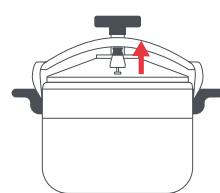

Fig. 11
Para utilizar este método, retire a panela de pressão da fonte de calor e deixe que a pressão diminua naturalmente. Dependendo da quantidade de comida e líquido, pode demorar entre 10 e 15 minutos. Depois da panela arrefecer, remova a válvula rotativa (22) para libertar a pressão (Fig. 11). Se ainda permanecer alguma pressão dentro da panela, será libertada pelo ponto de exaustão (23).
Quando a pressão baixar, remova a válvula rotativa (22) (Fig. 11) e aguarde que o vapor se dissipe completamente. Este método é utilizado quando é necessário libertar pressão o mais rapidamente possível, principalmente na preparação de vegetais, mariscos ou outros alimentos delicados que facilmente cozinharam demasiado.